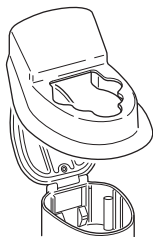

Abbildung 2 – Transferabschirmung aufsetzen
2. Die Transferabschirmung bei geöffneter Kammer des aseptischen Gehäuses über der Kammer auf das Gehäuse setzen (Abbildung 2).